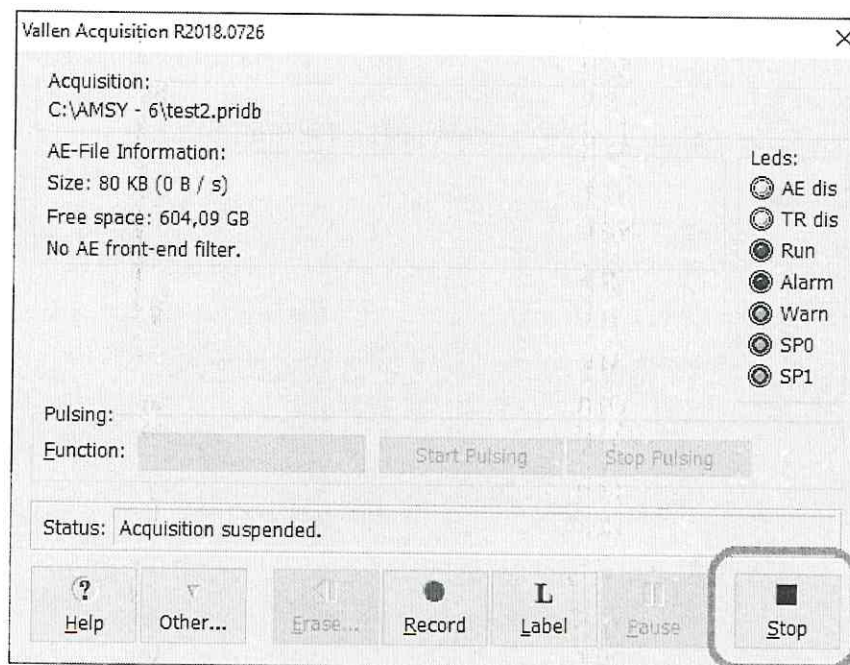

Рисунок 4 – Панель запуска.
8.3.9 Выполнить остановку системы командой «Stop» (Рисунок 4) и удалить слой контактной жидкости с проверенного ПАЭ.
8.4.1.12 Остановить систему командой меню «Stop». (Рисунок 4).
8.4.1.21 Остановить систему командой меню «Stop». (Рисунок 4).